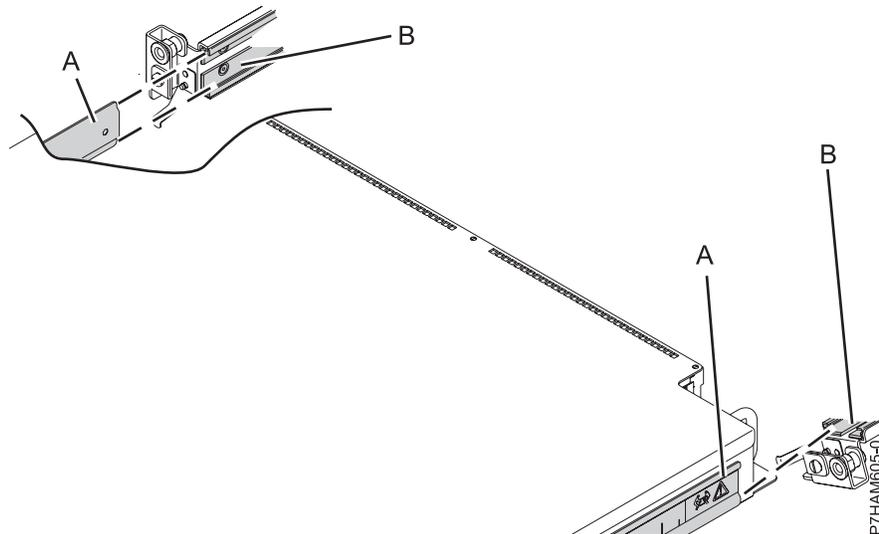

Abbildung 12. Darstellung der Befestigung des Gehäuses an die Schienen
- a. Vor der Montage der PCIe-Speichereinheiten an den Schienen sollten Sie sich Abb. 12 auf Seite 14 ansehen. Dort wird gezeigt, wie die Chassishalteführung (A) an der Seite des Gehäuses in den Schienenmantel (B) geschoben wird, der auf die Form der Führung abgestimmt ist.
**Anmerkung:** In Abb. 12 ist die rechte Schiene (B) gekippt dargestellt, damit die Position des Schienenmantels erkennbar ist. Die eigentliche Schiene wird in aufrechter Position im Rack montiert.